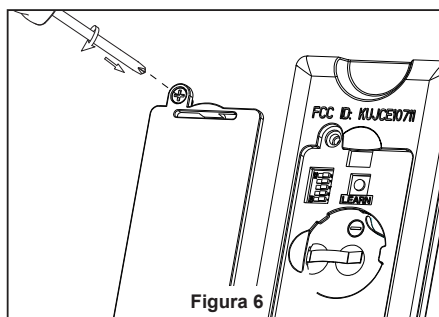

Figura 6
6. Vuelva a colocar la carcasa de la pila en el mando a distancia usando el tornillo extraído anteriormente con el destornillador. (Figura 6)